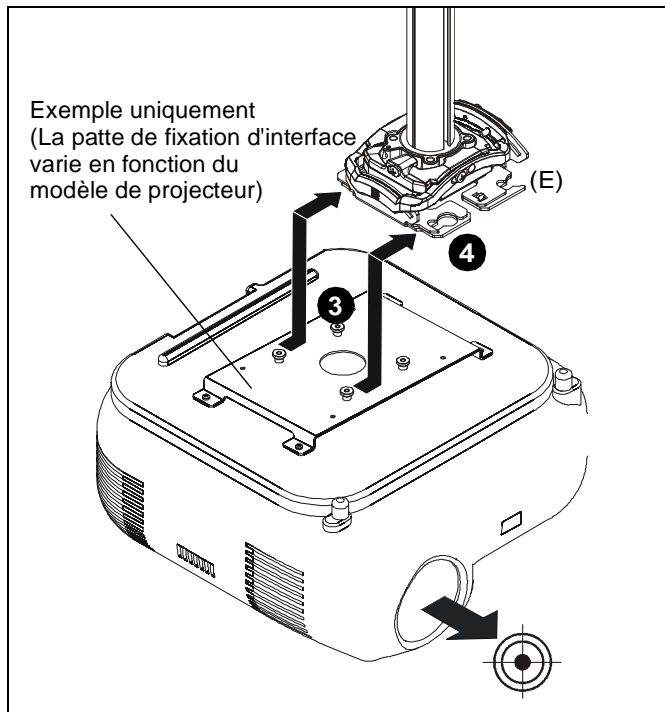

Figure 14
2. Orientez le projecteur avec la patte de fixation d'interface. (Voir la Figure 14)
3. Soulevez le projecteur de façon à aligner les vis avec écrous à ailettes sur les fentes de montage dans la base du système de montage. (Voir la Figure 14)
4. Faites glisser le projecteur avec la patte de fixation d'interface sur les fentes de montage dans la base du système de montage jusqu'à ce que les vis se bloquent à l'arrière des fentes de montage. (Voir la Figure 14)